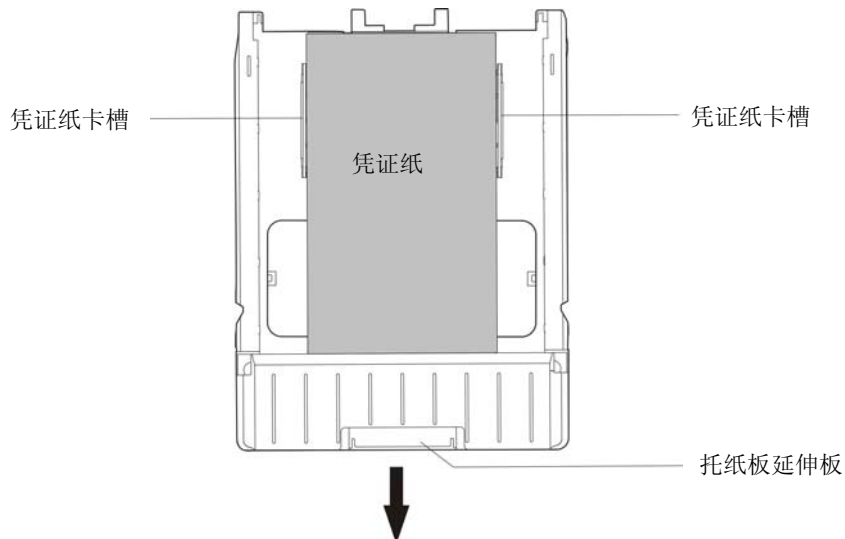

图 3-6 安装凭证纸（竖向）
③ 凭证纸（240×140mm）：先将左右挡板翻起取出，安装在外卡槽上，再翻起凭证纸挡板，然后将凭证纸竖向放入（如图 3-6 所示）；